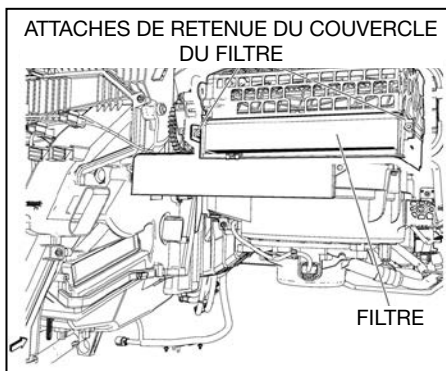

Fig. 14
3. Libérez les languettes du couvercle du filtre et retirez le couvercle (voir Fig. 14).